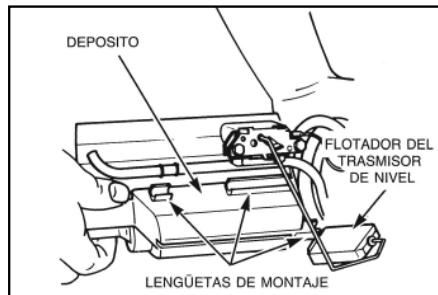
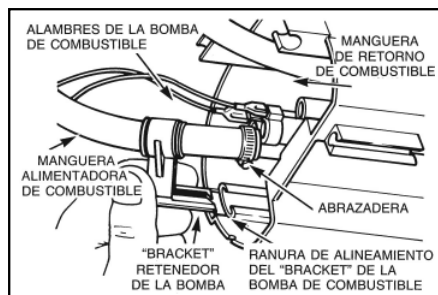

figura 2
figura 3
- A) Sosteniendo firmemente la parte inferior del tubo espiral de drenado, desenganchar el módulo de depósito de la tubería teniendo cuidado de no dañar el transmisor de nivel (Ver figura 2), levemente mover el depósito de la tubería espiral y desenganchaar el "BRACKET" retenedor de la bomba (Ver figura 3) del módulo de depósito. Mover el módulo de depósito hacia un lado para deslizar la bomba hacia afuera de este cuidando de no dañar el alambrado del transmisor de nivel en este proceso.